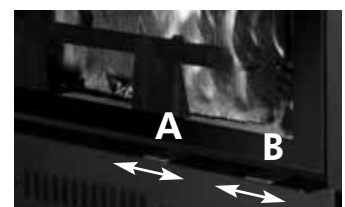

Abb. 2
- Der unter der Tür angebrachte Hebel "A" (siehe Abb. 2) zur Regelung der primären Verbrennungsluft regelt die für die Verbrennung erforderliche Luft.
- Für die Flügelöffnung der Klappe muss diese in der Schließstellung gesperrt werden, indem der Hebel "B" (siehe Abb. 2) unter der Klappe ganz nach rechts bewegt wird.